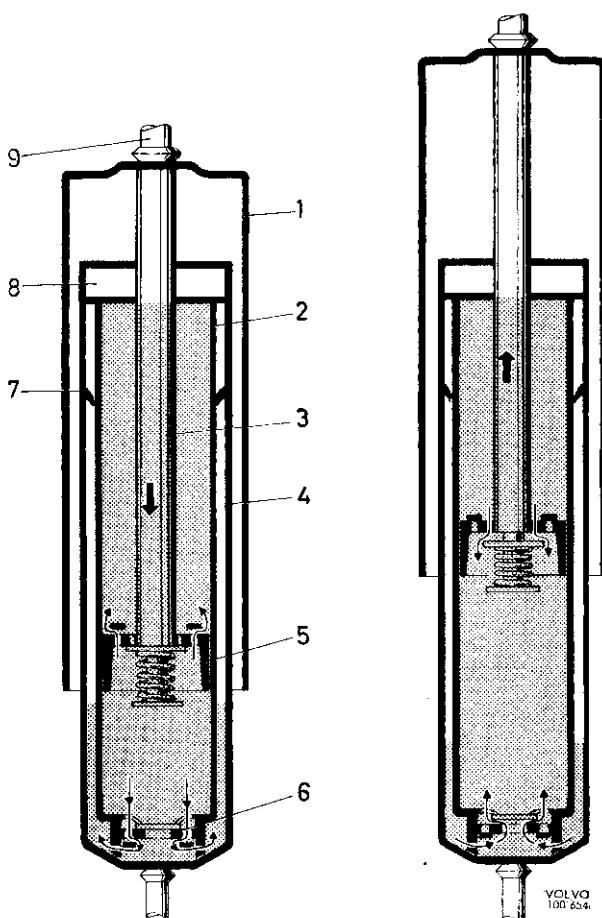

Abb. 7 Stoßdämpfer
Die Ausführung der Stoßdämpfer geht aus der Abb. 7 hervor. Der äußere Zylinder (1) dient lediglich als Staubschutz. Die beiden inneren Zylinder (2 und 4) sind konzentrisch, einer in dem anderen angeordnet. Der innerste der beiden Zylinder (2) ist der Arbeitszylinder und ist mit einem Ventil (6) am unteren Ende versehen. In diesem Zylinder befindet sich ein Kolben (5), in den Löcher gebohrt sind. Der Durchgang durch diese Löcher wird durch Ventile gesteuert.